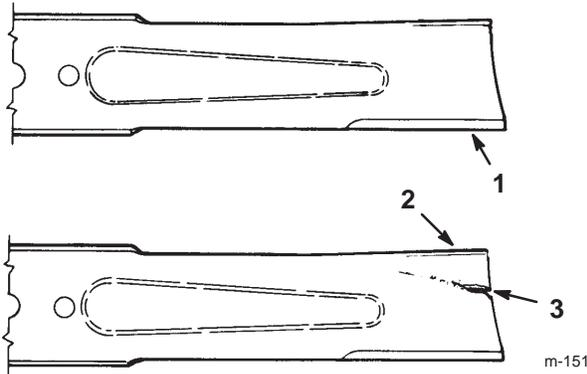

Figure 30
2. Inspectez les tranchants de la lame (Fig. 30). Si elle n'est pas tranchante ou si elle présente des indentations, déposez et aiguissez la lame (voir Aiguisage de la lame, page 31).
3. Inspectez la lame, surtout la partie incurvée (Fig. 30). Remplacez immédiatement toute lame endommagée, usée ou qui présente une entaille (Fig. 30).